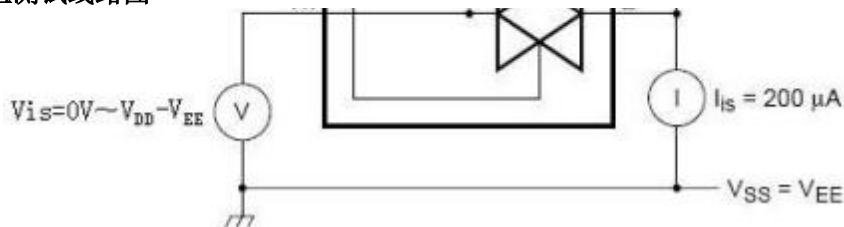

图 4、导通电阻测试线路图
3.3.2、直流特性 2 (未有特殊说明, $V_{SS}=0V$, $T_{amb} = 25C$, 测试线路图见图 4)